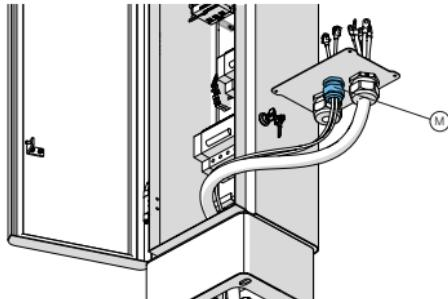

Fig. 3m
- Pour **Urban T / S**, représenté en Figures 3m et 4m, le câble réseau blindé passe par un trou de la membrane passe-câble (M).